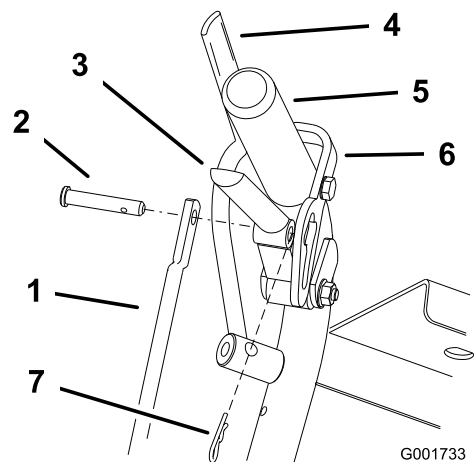

Figure 21
1. Retirez les goupilles fendues et les axes de chape des leviers de déplacement et des verrous du point mort (Figure 21).